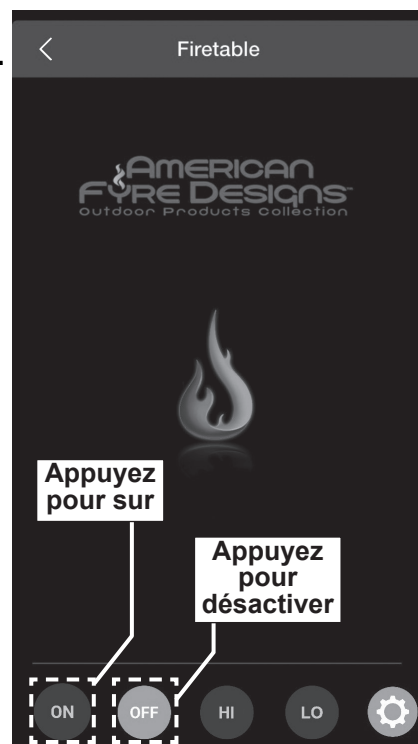

Fig. 44-1 Opération à distance:
1. Localisez le panneau de commande sur le côté de l'appareil (reportez-vous à la LISTE DES PIÈCES D'IDENTIFICATION si nécessaire), et identifiez les boutons **AUX CONTROL** et **POWER** (voir Fig. 44-1).
3. Depuis l'application, accédez à l'écran Appareils et sélectionnez votre appareil. L'écran à distance apparaîtra. Voir Fig. 44-1.
4. Appuyez sur l'icône **ON** située en bas à gauche de l'écran de votre télécommande (voir Fig. 44-1).
La hauteur de la flamme peut être ajustée via l'application à distance. Appuyez sur le bouton **H (élevé)** pour augmenter la hauteur de la flamme. Appuyez sur le bouton **L (bas)** pour diminuer la hauteur de la flamme. Voir Fig. 44-1. (Réglage LO disponible après 60 secondes.)
Pour éteindre le graveur (le système restera allumé), appuyez sur l'icône **OFF** située en bas à gauche de l'écran de votre télécommande. L'écran n'affichera plus la flamme centrale orange et les étincelles en mouvement. Voir Fig. 44-1. Le voyant du bouton **AUX CONTROL** s'éteindra également.
Pour éteindre le brûleur et le système (arrêt total), ou si l'application à distance n'est pas disponible, appuyez sur le bouton **POWER** du panneau de commande. Voir Fig. 44-1. Les voyants des boutons **POWER** et **AUX CONTROL** s'éteignent. (Éteignez complètement lorsque vous couvrez ou lorsque vous ne l'utilisez pas.)